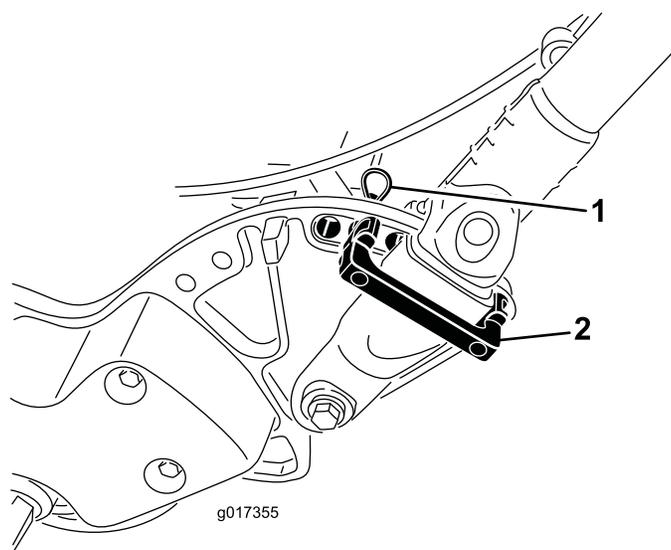

Figura 7
1. Enquanto suporta o manípulo, remova as braçadeiras que fixam as pegas da barra de ligação às placas laterais (Figura 7).
2. Rode o manípulo para a posição de operação desejadas, coloque um fixador do manípulo por cima da pega da barra de ligação e nos orifícios de alinhamento na placa lateral (Figura 7).
3. Mantenha o fixador na posição com um contrapino de gancho (Figura 7).